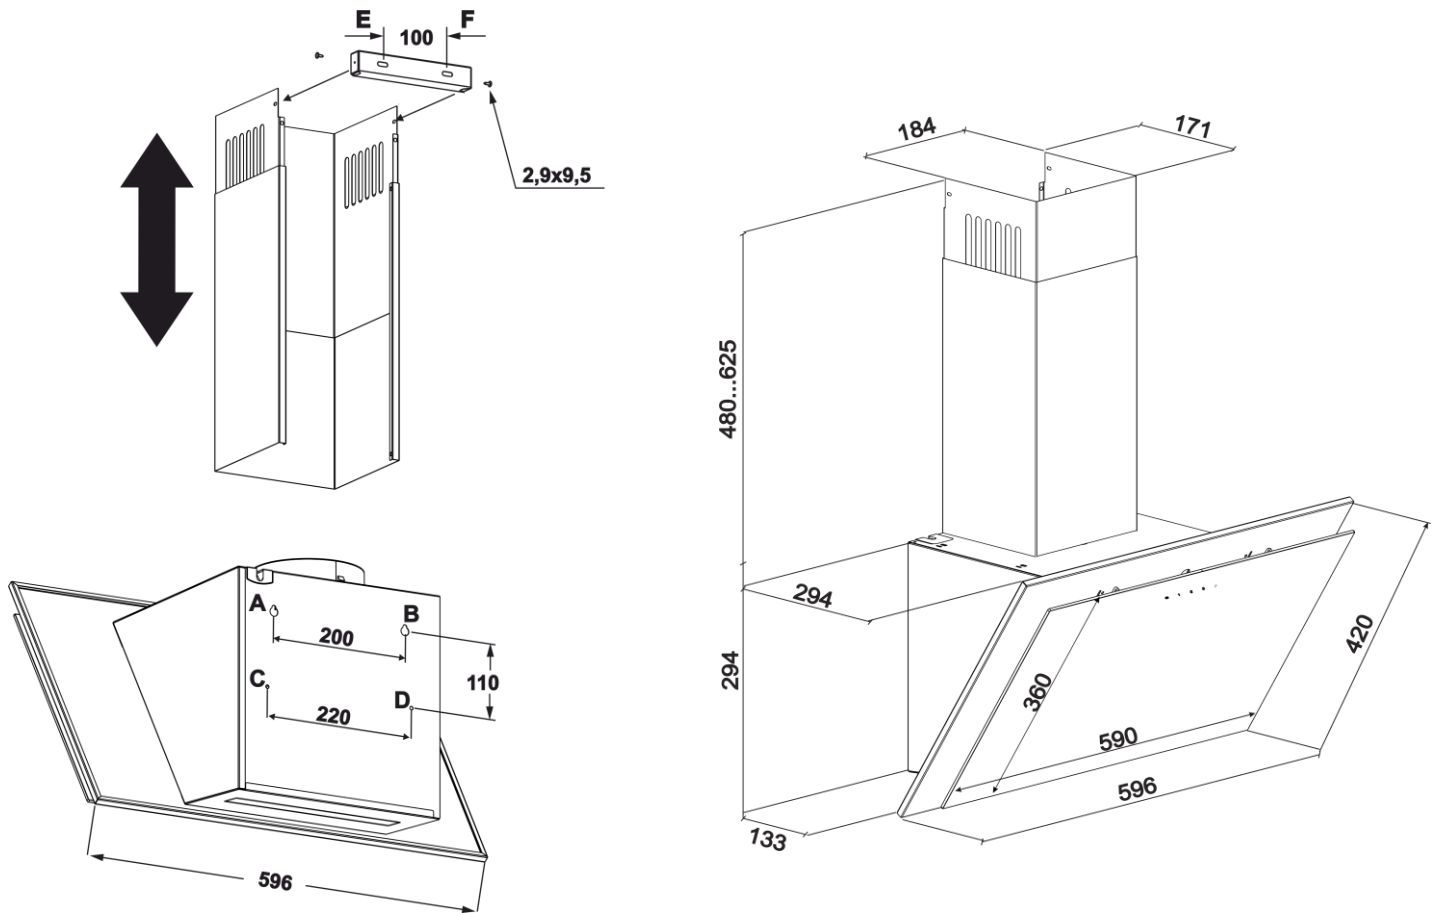

Рис.4
- 6.4 Проведіть розмітку кріпильних отворів корпусу на стіні кухні. Для цього виготовте паперовий шаблон з координатами **4-х** отворів на задній стінці корпусу (**точки А, В, С, D див схема монтажу**); прикладіть шаблон до стіни на необхідній висоті, що вказана вище, і вирівняйте його по рівню (**рис.4**).
- 6.10 Установіть телескопічний коминак на корпусі витяжки. Підніміть верхню панель коминка з планкою під стелю, щоб він закривав повітровід вентиляції, і розмітьте по пазам планки 2 отвори під кріплення (**т. Е, F**) (**рис.4**).
6.14 Установіть зовнішню панель коминка в пази на корпусі витяжки, а внутрішню – підніміть вгору до суміщення отворів кріплення з планкою і з'єднайте їх з боків 2-ма шурупами ПКГ 2,9x9,5 (рис.4).